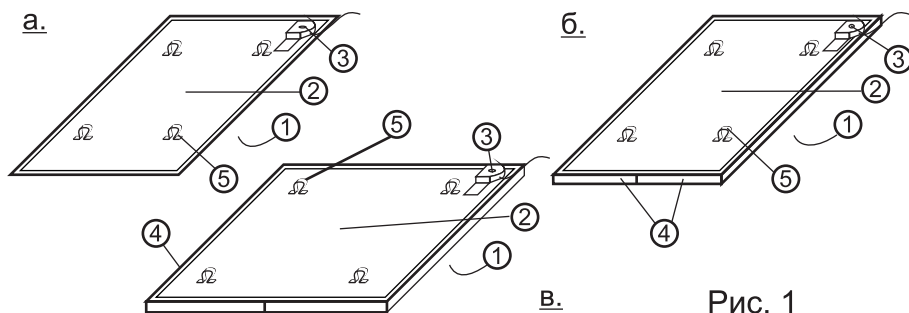

Рис. 1
- \* Обогреватели ЭРГНА (Рис. 1а,б,в,) состоят из следующих основных частей:
- \* У обогревателя ЭРГНА- 0,5/220 (п) П (рис.1 а) греющая панель и защитный вкладыш, завальцованные между собой, представляют собственно корпус обогревателя. С обратной стороны обогревателя, на вкладыше имеется четыре скобки 5 для навески. Обогреватель нетеплоизолированный, поэтому целесообразно использовать его для обогрева помещений с высотой потолков не ниже 3 м.
- \* У обогревателя ЭРГНА- 0,5/220 (п) ПТ (рис. 1б), ЭРГНА- 0,5/220 (п) КТ, ЭРГНА- 0,3/220 (п) КТ, ЭРГНА- 0,4/220 (п) КТ (рис.1 в) греющая панель и защитный вкладыш разделены между собой слоем минеральной теплоизоляции и соединены в плоский, прямоугольный корпус с помощью обечаек 4. Слой теплоизоляции позволяет отдавать основную часть тепла в направлении обогреваемого пространства и предохраняет от недопустимого нагрева низкие, до 3 м., потолочные перекрытия.